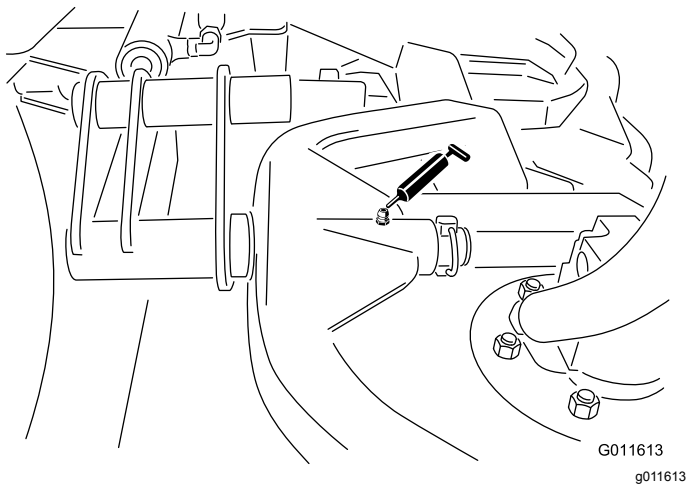

図 45
- カッピングユニットのキャリアフレームのピボット各1 図 45